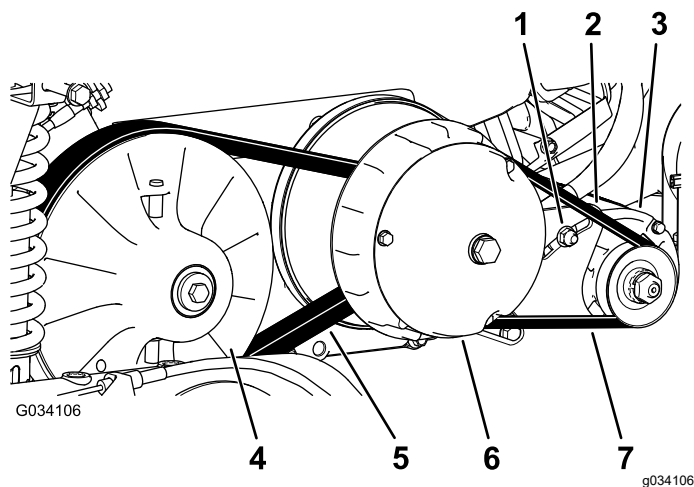

Figura 62
6. Ruotate la frizione secondaria (Figura 62) per vedere se gira liberamente in posizione REVERSE.
4. Fate girare la cinghia (Figura 62) ed ispezionatela per rilevarne eventuale segni di eccessiva usura o danni.
3. Girate la cinghia e fatela passare sulla frizione secondaria (Figura 62).
4. Rimuovete la cinghia dalla frizione primaria (Figura 62).
5. Allineate la nuova cinghia sopra la frizione primaria (Figura 62).
6. Girate la cinghia e fatela passare sulla frizione secondaria (Figura 62).
2. Allentate il dado di rotazione del generatore di avviamento (Figura 62).
4. Applicate una pressione verso il basso sul piede di porco per ruotare il motorino di avviamento fino alla fessura in modo che la tensione della cinghia consenta soltanto una flessione di 6 mm della cinghia stessa con forza pari a 44 N·m (Figura 62).
5. Serrate manualmente il dado di rotazione e rimuovete il piede di porco (Figura 62).